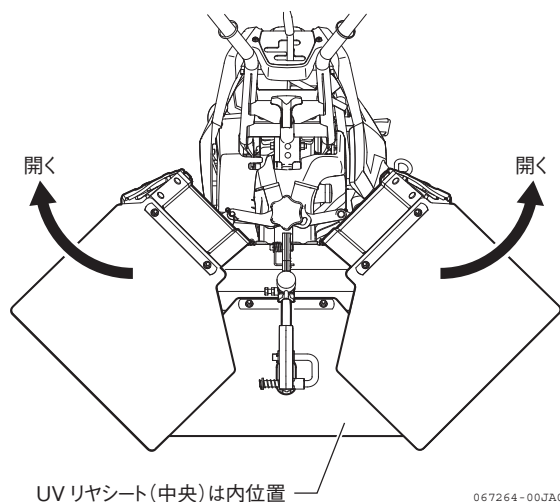

図 3-38
2. UVリヤシート（中央）を両側のリヤシートの内位置にします。（図 3-38）